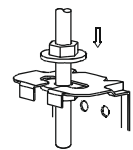

Рис. 5-7
- По окончании регулировки положения блока надежно зафиксируйте кондиционер, затянув гайки крепления. (См. рис. 5-7)